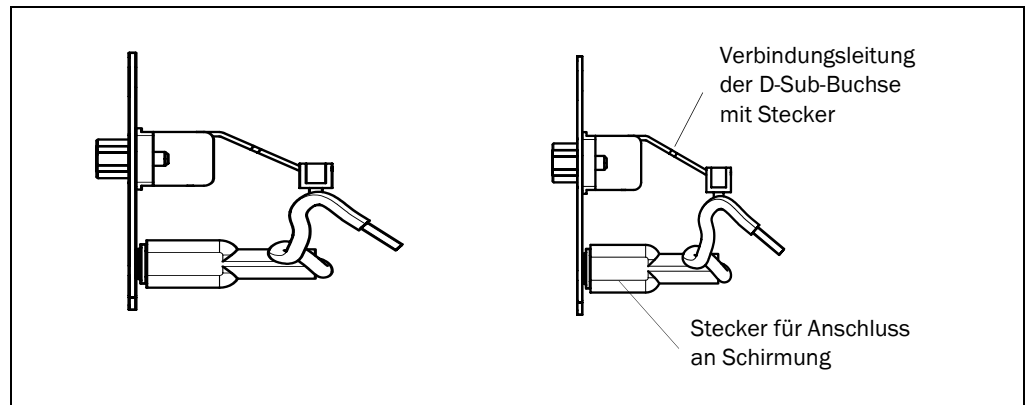

Abb. 2-2: Frontblende des CMF 400-1001: 9-pol. D-Sub-Buchse (IP 20) für Profibus-DP
1. Stecker des Schirmung-Anschlusses auf die neue Frontblende (Abb. 2-2) aufstecken.